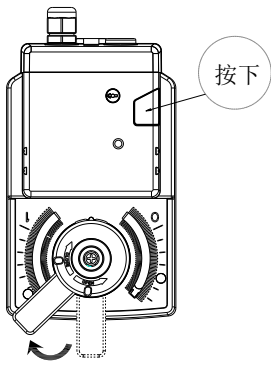

图 4
- (2) 按下执行器离合按键, 顺时针转动手柄至无法转动的位置, 如图 4。